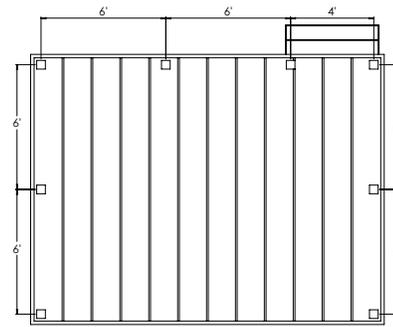

fig. 4
**Paso 1** Determine la disposición y cantidad de postes para barandal que necesitará para su terraza. El espaciamiento de los postes es de 183 cm (6 pies) o 244 cm (8 pies) de centro a centro. Los postes están disponibles con perforaciones para postes de terminación, de línea y de esquina. Es posible hacer muchas disposiciones. Por ejemplo: Una terraza de 3.7 x 4.9 m (12 x 16 pies) anexa a un edificio con una abertura de acceso de 1.2 m (4 pies) en un lado requerirá 8 postes en total (fig. 4). Usar más de 2 postes de esquina por tramo de cable limitará su capacidad para aplicar una tensión apropiada a los cables, así que es recomendable posicionar los postes dobles alejados del área donde desea tener menos interferencia para la vista. *Nota: no instale el cable hasta después de haber instalado todos los postes, barandales y espaciadores.*